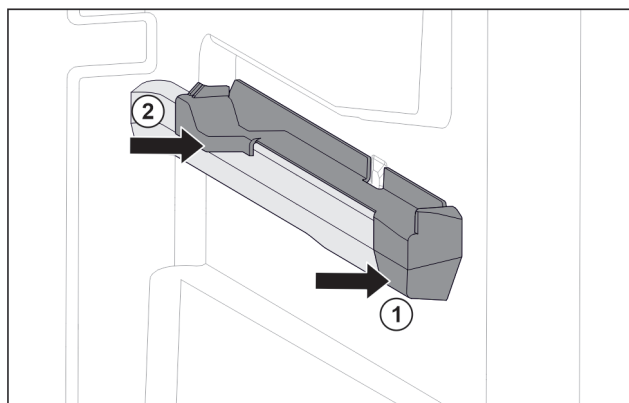

Fig. 108 Nasazovací díl na pravém žebrování na nádoby
- Nasadte nasazovací díl na žebrování na nádoby. *Fig. 108 (1)*
- Přitlačte nasazovací díl k zadní části. *Fig. 108 (2)*